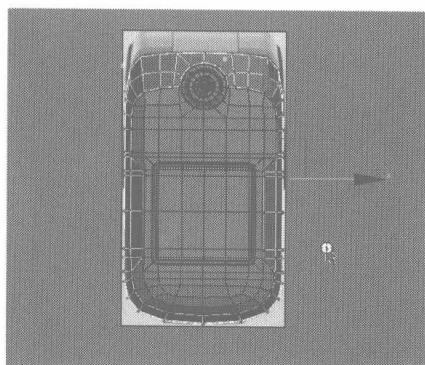
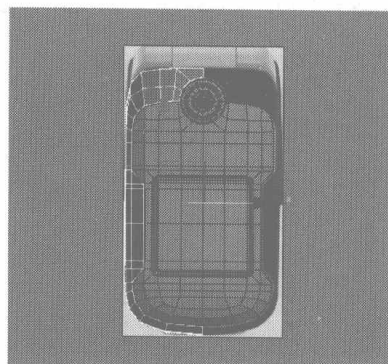

图 4.150
图 4.151
- 01** 在 Front 视图中框选如图 4.150 所示的节点并将其删除，取消所有编辑，选择如图 4.151 所示的物体，在工具栏中单击 按钮，在弹出的对话框中依照默认值进行设置镜像参数，将选择的物体镜像，然后沿 X 轴向右移动适当的位置。